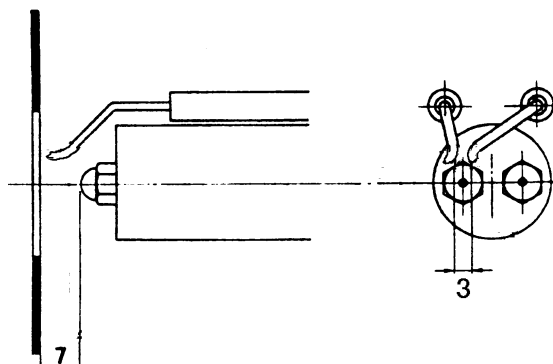

Рис. 16
- Демонтаж, проверка и чистка головки сгорания (см Рис. 15а), при последующей сборке тщательно придерживать размеров, приведенных на Рис. 16;
- Проверка запальных электродов и соответствующих керамических изоляторов; чистка, возможная регулировка и - при необходимости - замена (см. Рис. 16);
Для обеспечения нормального зажигания следует соблюдать размеры (в мм), указанные на Рис. 16. Перед монтажом головки убедиться в том, что блокировочный винт электродной группы зафиксирован.
- ◆ Неправильно расположены электроды зажигания (см. Рис. 16)